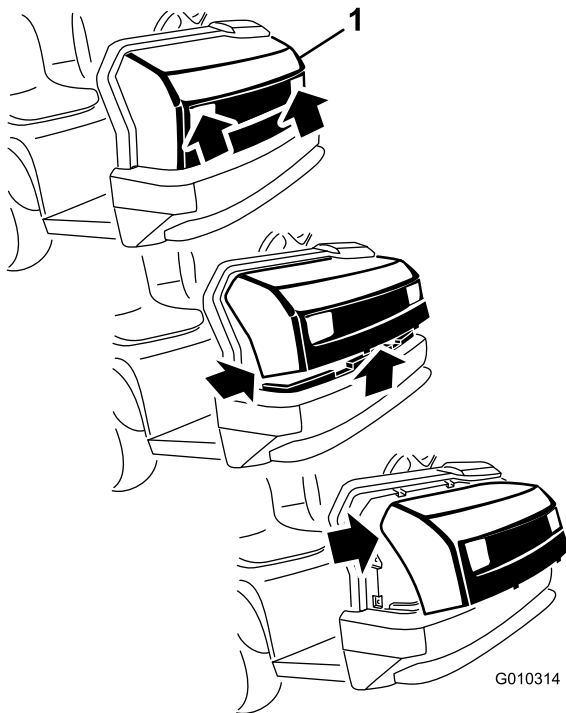

図 5
1. ヘッドライトの開口部でフードをつかみ、フードを持ち上げて、下側の取り付けタブをフレームの穴から外す 図 5。
2. フードの下側を手前に持ち上げてから下に引っ張り、上側の取り付けタブをフレームの穴から外す 図 5。
3. フードの上側を手前に倒し、ヘッドライトからワイヤコネクタを抜く 図 5。